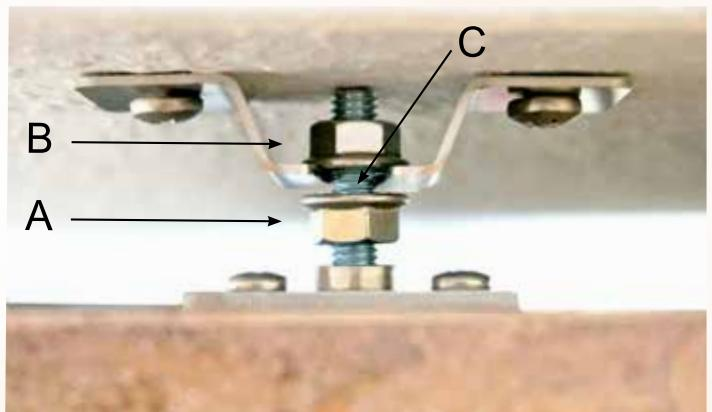

Abb. 3
- Schrauben Sie auf die beiden oberen Gewindegelenke der Heizplatte (werden in Wandhalter eingehängt) je eine Sechskantmutter mit Flansch (A) bis zum Gewindegelenk und achten Sie darauf, dass der Flansch von der Heizplatte weg zeigt. **Siehe Abb. 3** (bereits werkseitig für die Hochkant-Montage vormontiert)